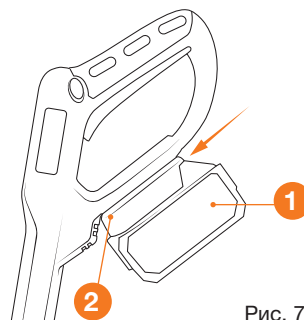

Рис. 7
- Вставьте аккумулятор ① в разъем ② на рукоятке культиватора (Рис. 7).